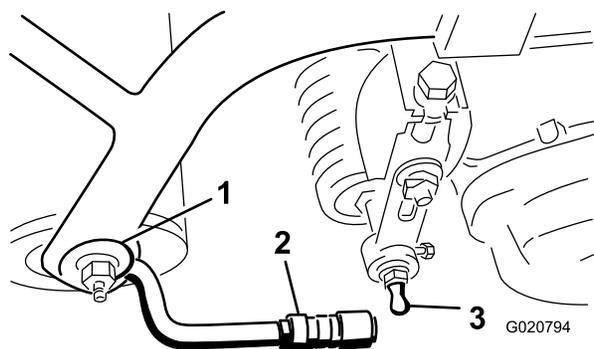

Рисунок 8
3. Наденьте втулку на приемную часть шарового шарнира и зацепите приемную часть за шаровой палец режущего блока. Ослабьте втулку, чтобы она была надвинута на шаровой палец и зафиксировала соединение узлов между собой (**Рисунок 8**).